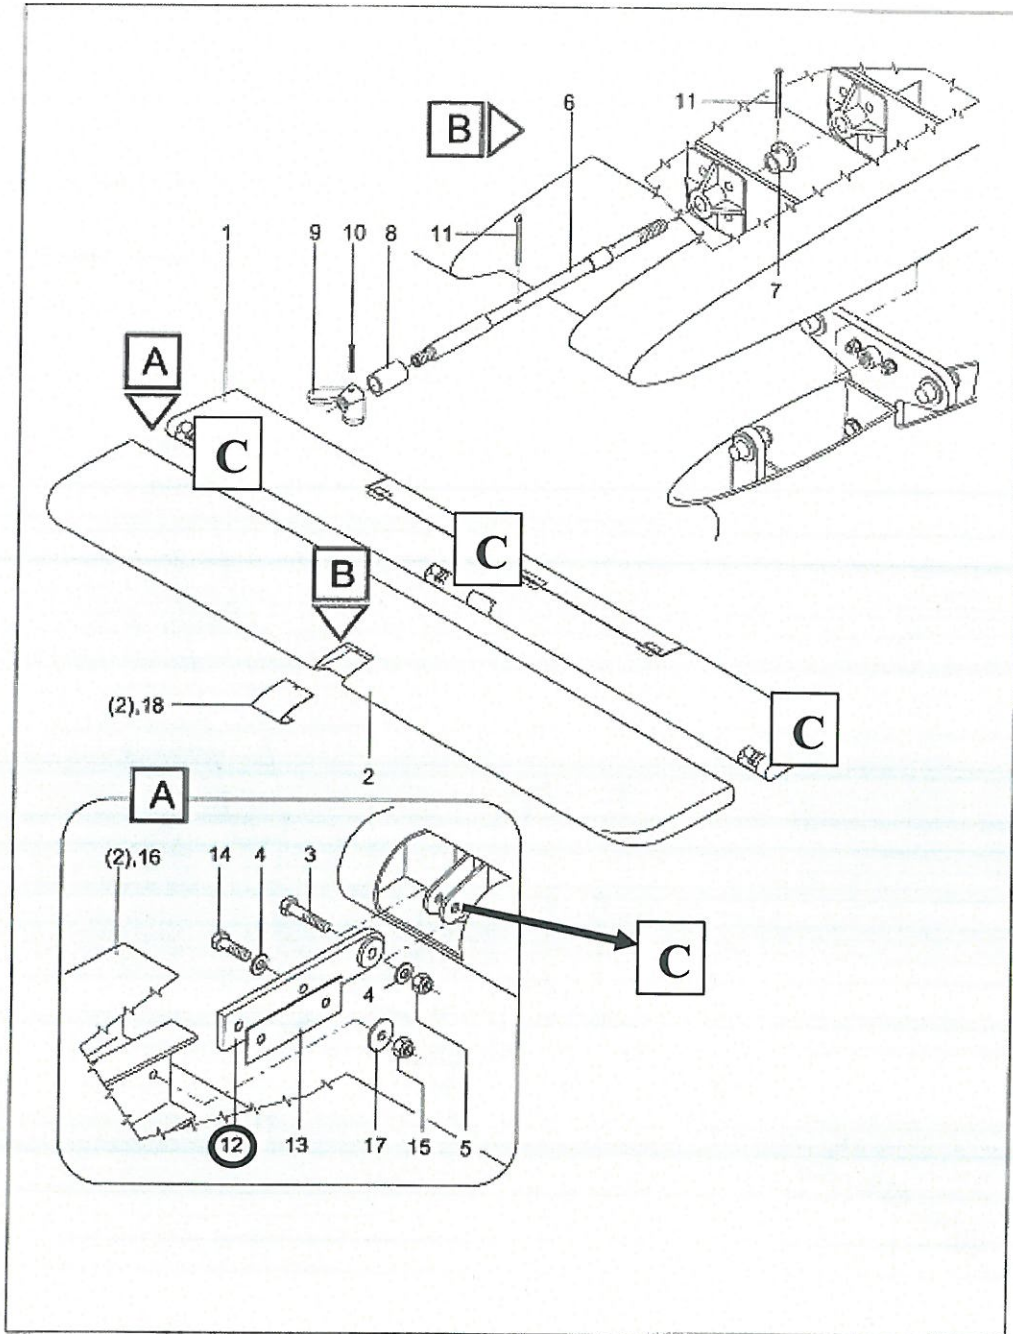
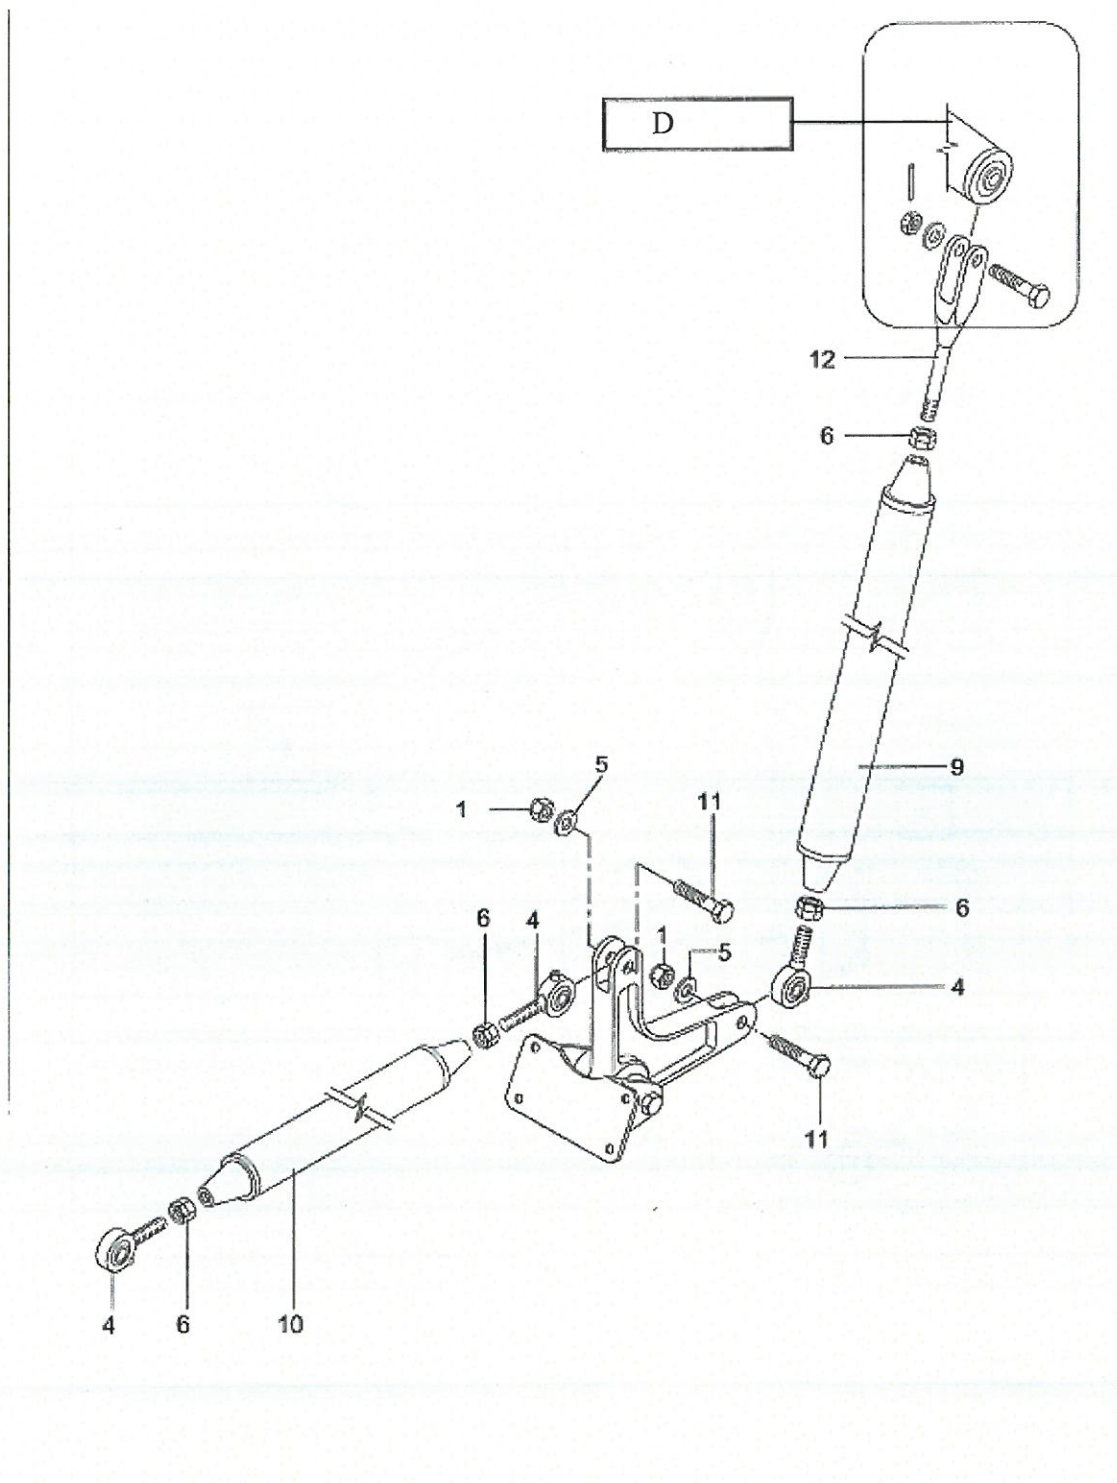

Figure 1
Figure 2
<p>4. ISTRUZIONI</p> <p>Rif.: diagramma a blocchi Figura 3</p> <p>1.</p> <ul style="list-style-type: none">a) Smontare il piano orizzontale di coda secondo la procedura descritta nel manuale di manutenzione applicabile (rif. 3.1).b) Disassemblare l'elevatore dallo stabilizzatore secondo la procedura descritta nel manuale di manutenzione (rif. 3.1). <p style="text-align: center;">NOTA</p> <p>Pulire le superfici delle parti assoggettate a ispezione.</p> <p>2. Effettuare ispezione visiva dettagliata sugli assiemi cerniera stabilizzatore/elevatore del piano di coda orizzontale per valutare integrità delle parti, eventuale corrosione, cricche (in particolare sulle saldature) e corretta installazione degli assiemi cerniera.</p> <p>Aree di interesse:</p> <ul style="list-style-type: none">I. Cerniere elevatore/stabilizzatore (Figura 1) (ref. Catalogo Nomenclatore applicabile)<ul style="list-style-type: none">a) Ispezionare e controllare per integrità, assenza di corrosione e crinature la leva di cerniera (riferimento item ②, Figura 1) e corretto alloggiamento del cuscinetto a snodo.b) Ispezionare con l'ausilio di una lente di ingrandimento 10x e controllare per integrità, assenza di corrosione e crinature la cerniera e le parti saldate (riferimento C, Figura 1)II. Attacco asta push/pull di attuazione elevatore (Figura 2) (ref. Catalogo Nomenclatore applicabile)<ul style="list-style-type: none">a) Ispezionare e controllare per integrità, assenza di corrosione la leva di cerniera (riferimento item D, Figura 2) e corretto alloggiamento del cuscinetto a snodo. <p>3.</p> <ul style="list-style-type: none">a) In caso di corretta installazione dello snodo sferico (snodo sferico posizionato in modo	<p>4. INSTRUCTIONS</p> <p>Ref.: flow chart shown in Fig. 3</p> <p>1.</p> <ul style="list-style-type: none">a) Remove the horizontal tail according to the procedure reported in the applicable maintenance manual (ref. 3.1).b) Disassemble the elevator from the stabilizer according to the procedure reported in the applicable maintenance manual (ref. 3.1). <p style="text-align: center;">NOTE</p> <p>Surface cleaning of parts subject to the inspection may be required.</p> <p>2. A detailed visual inspection on the horizontal tail/elevator plane hinge assy must be carried out to evaluate integrity, possible corrosion, cracks (in particular on the welding) and correct hinge assy installation.</p> <p>Affected area:</p> <ul style="list-style-type: none">I. Elevator/Stabilizer hinges (Fig.1) (ref.Parts Catalog affected)<ul style="list-style-type: none">a) The hinge levers (ref. item ②, Fig.1) installed on the stabilizer must be inspected for integrity, absence of corrosion and properly installation of spherical bearing.b) The hinge brakets including welding area installed on the elevator must be inspected using magnifying lenses 10x for integrity, absence of corrosion and cracks (ref. C , Fig.1).II. Elevator push/pull actuation rod (Fig.2) (ref. Patrts Catalog affected)<ul style="list-style-type: none">a) The hinge lever installed on the elevator must be inspected for integrity, absence of corrosion and properly installation of spherical bearing (ref. D , Fig.2). <p>3.</p> <ul style="list-style-type: none">a) In case of correct spherical bearing installation (bearing properly positioned